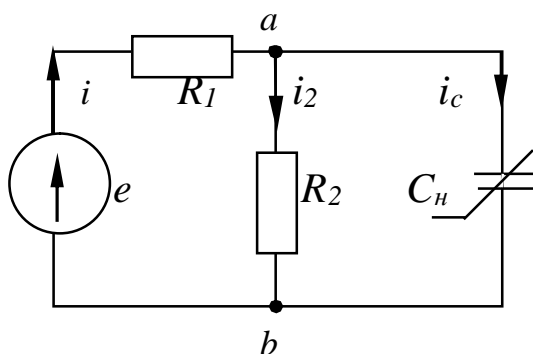
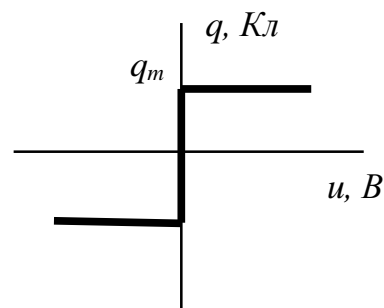

Рис. 17.1
Рис. 17.2
17. Схема рис. 17.1 состоит из источника синусоидальной ЭДС $e = E_m \sin 500t$, двух линейных активных сопротивлений $R_1 = R_2 = 1000$ Ом и нелинейной емкости C_H , кулон-вольтная характеристика которой приведена на рис. 17.2. $q_m = 10^{-4}$ Кл (q - заряд, u - напряжение).